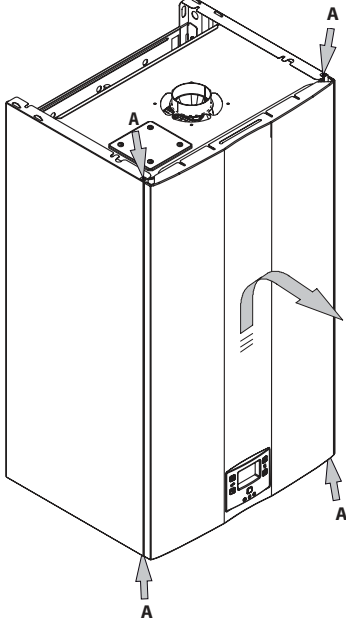

Figura 8.1
- Quite los tornillos **A**. Desmonte el panel frontal tirando de él hacia usted (Figura 8.1).